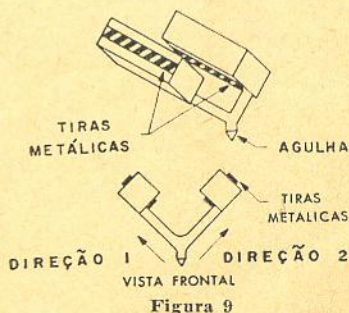

Figura 9
**Fonocaptadores estereofônicos do tipo cerâmico** — A figura 9 apresenta um fonocaptor estereofônico constituído de dois monofônicos e uma agulha em comum. Quando o sulco faz com que a agulha se desloque na direção 1, entre as tiras metálicas da lâmina respectiva será gerada uma tensão. Quando o movimento se produz na direção 2, o mesmo ocorre com a lâmina correspondente. As tensões produzidas por cada uma das lâminas são amplificadas independentemente obtendo-se, assim, o som estereofônico.